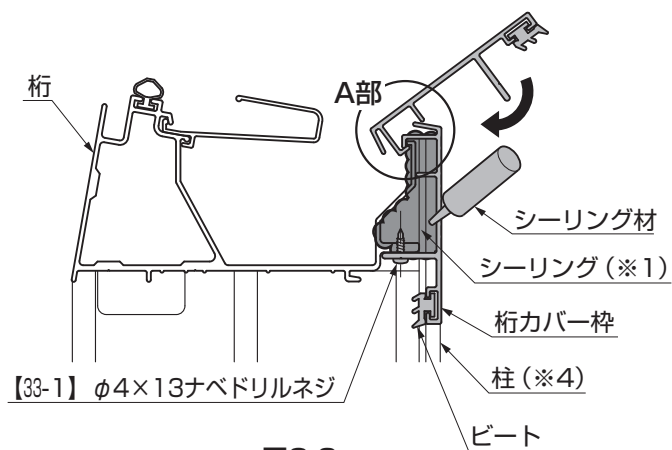

図8-2
- ① 桁カバー枠と桁の間（※1）に、シーリングをしてください。（図8-2参照）
- ② 桁カバー枠を桁にはめ込み、【34-1】で取付けてください。
- ③ 桁カバー枠の両端に、シーリングをしてください。（※2）